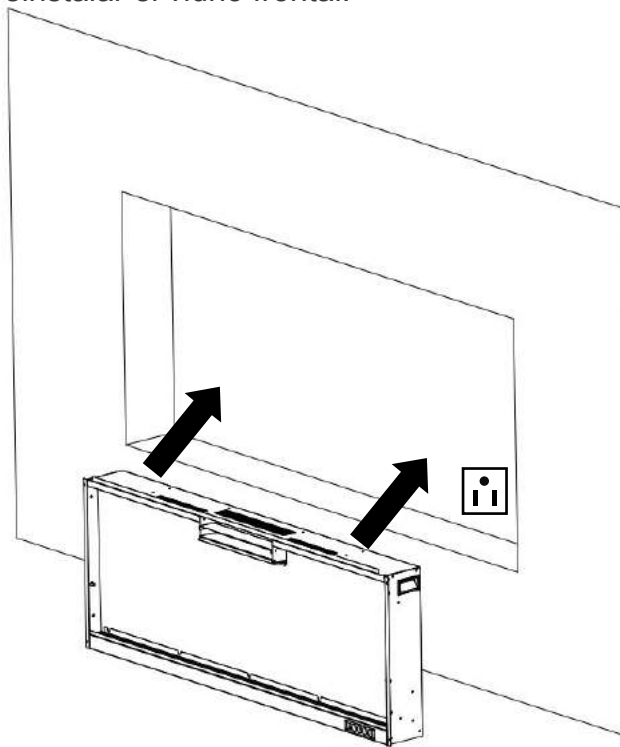
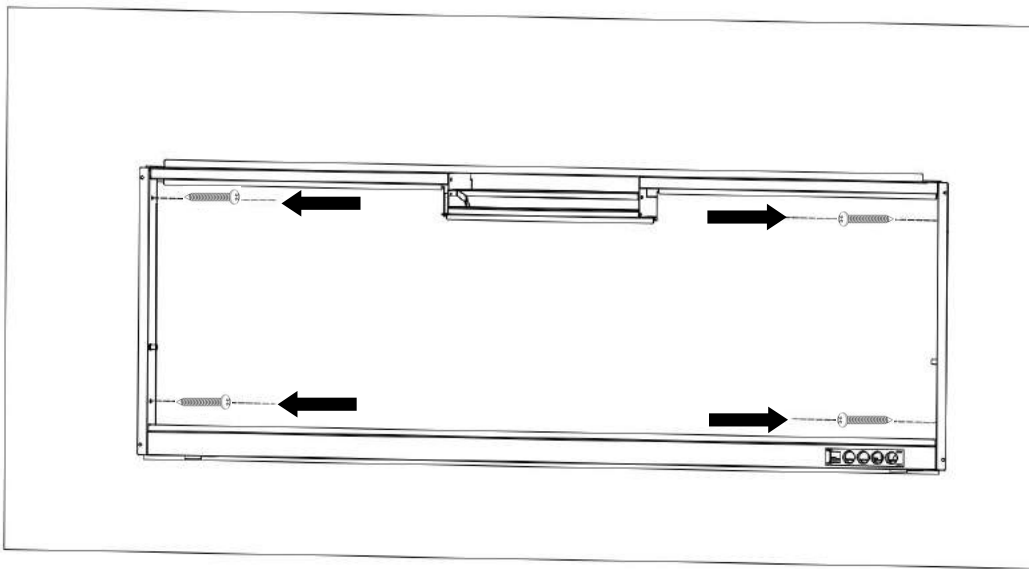

Fig. 2-3
Fig. 2-4
E. Pida a dos personas adultas que levanten el hogar y lo introduzcan en el marco de instalación y, a continuación, fíjelo instalando 4 tornillos para madera (B) a través de los orificios (Fig. 2-3, Fig. 2-4).